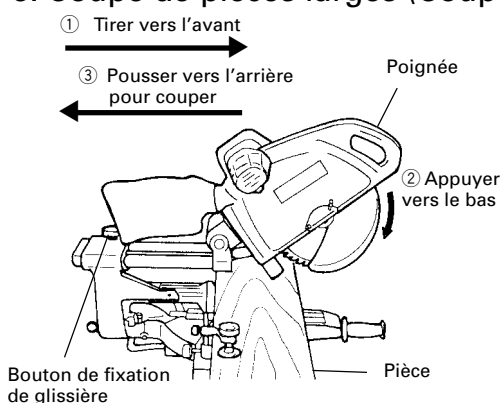

Fig. 21
- (1) Pièces d'une hauteur allant jusqu'à 107 mm (4-7/32") et d'une largeur allant jusqu'à 305 mm (12") : Desserrer le bouton de fixation de glissière et incliner la lame vers l'avant. Puis, appuyer sur la poignée et ramener la lame vers l'arrière pour couper la pièce comme indiqué à la Fig. 21. Cela facilitera la coupe des pièces d'une hauteur allant jusqu'à 107 mm (4-7/32") et d'une largeur allant jusqu'à 305 mm (12").
- (2) Pièces d'une hauteur allant jusqu'à 120 mm (4-23/32") et d'une largeur allant jusqu'à 260 mm (10-7/32") : Les pièces d'une hauteur allant jusqu'à 120 mm (4-23/32") et d'une largeur allant jusqu'à 260 mm (10-7/32") se coupent de la même façon que décrit au paragraphe 5 - (1) ci-dessus.
- ⚠ AVERTISSEMENT:** \*Lors d'une coupe avec chariot, procéder comme indiqué à la Fig. 21. Une coupe avec chariot vers l'avant (vers l'opérateur) serait très dangereuse car la lame pourrait effectuer un retour vers le haut. En conséquence, toujours déplacer la poignée loin de l'opérateur.